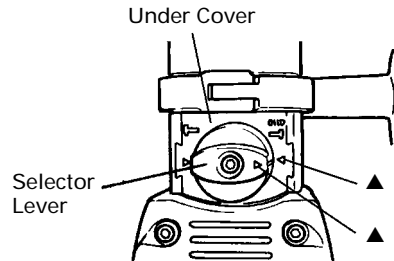

Fig. 7
(1) Rotation-hammering (Fig. 7)